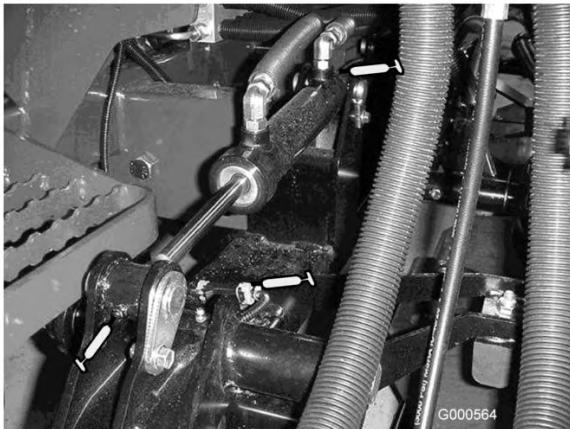

Figure 27
- Bagues de bras de relevage (1 par plateau) (Figure 27).
- Bagues de vérin de relevage (2 par plateau) (Figure 27).